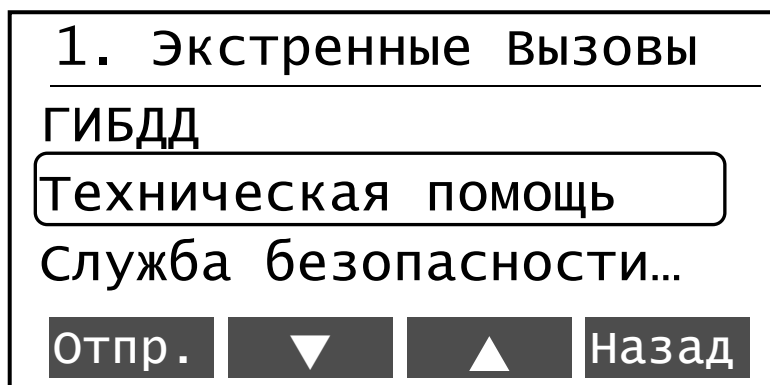

Рисунок 8 - Выбор сообщения
2.3.3.1 Для отправки формализованного текстового сообщения следует нажать кнопку «Сообщ» (Msg) в «режиме ожидания» и в открывшемся окне «Сообщения» (Messages), рисунок 8, выбрать подходящий текст сообщения.